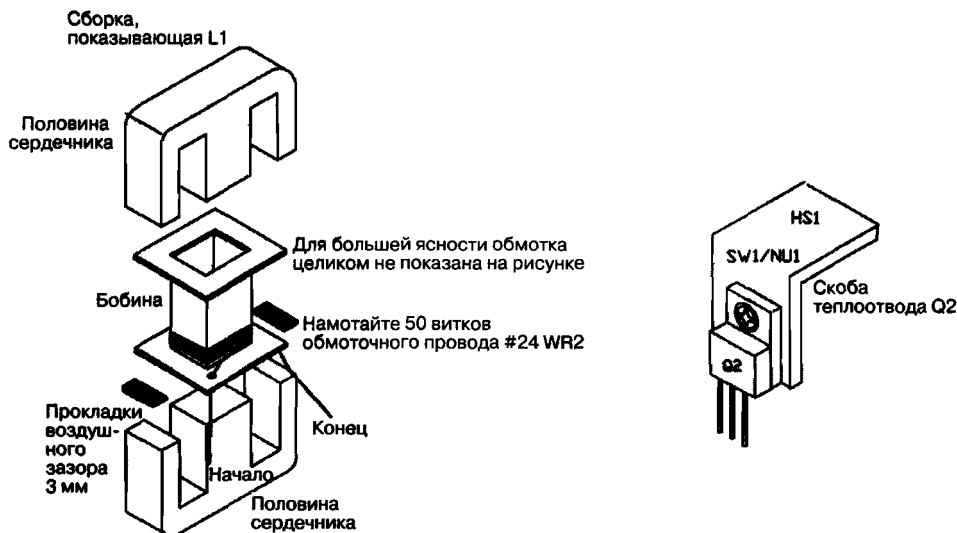

Рис. 27.4. Сборка индуктивности L1 и теплоотвода HS1 для транзистора Q2
3. Перед сборкой выполняется подготовительная работа по изготовлению теплоотвода для транзистора Q2 в виде скобы из алюминиевой пластинки 1,9×5,08×0,16 см. Согните ее посередине под углом 90° и просверлите отверстие для винта и гайки SW1/NU1. Затем установите Q2 на теплоотвод, как показано на рис. 27.4.
5. Соберите катушку дросселя L1, намотав 50 витков обмоточного провода #24 на нейлоновую бобину как можно ровнее. Оставьте по пять сантиметров с каждого конца, зачистите их и облудите припоем для надежного соединения со схемой. Соберите Ш-образный сердечник (см. рис. 27.4). Проложите с каждой стороны полоски из картона 0,008 см, итого 0,016 см. Если у вас есть комбинированный прибор – мультиметр, измерьте индуктивность, которая должна составлять 1,5 мГн.